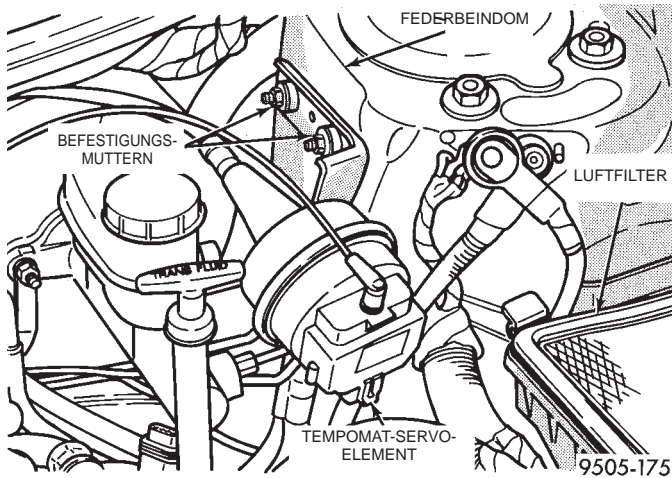

**Abb. 105 Befestigung des AGR-Schlauchs an Ansaugkrümmer und AGR-Ventil**
(6) Den AGR-Schlauch (Abb. 105) von Ansaugkrümmer und AGR-Ventil abziehen.
(14) Den AGR-Schlauch mit **NEUEN** Dichtungen an Ansaugkrümmer und AGR-Ventil anschließen (Abb. 105). Die 4 Befestigungsschrauben eindrehen und mit einem Anzugsmoment von 11 N·m (95 in. lbs.) festziehen.